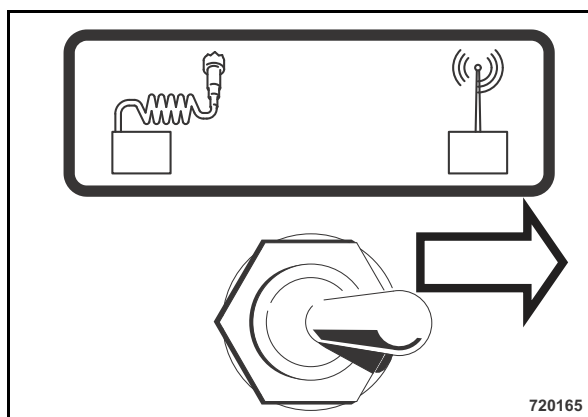

Рис. 30
- Если машина должна двигаться в режиме работы с радиоуправлением, то перевести тумблер (Рис. 30) вправо.